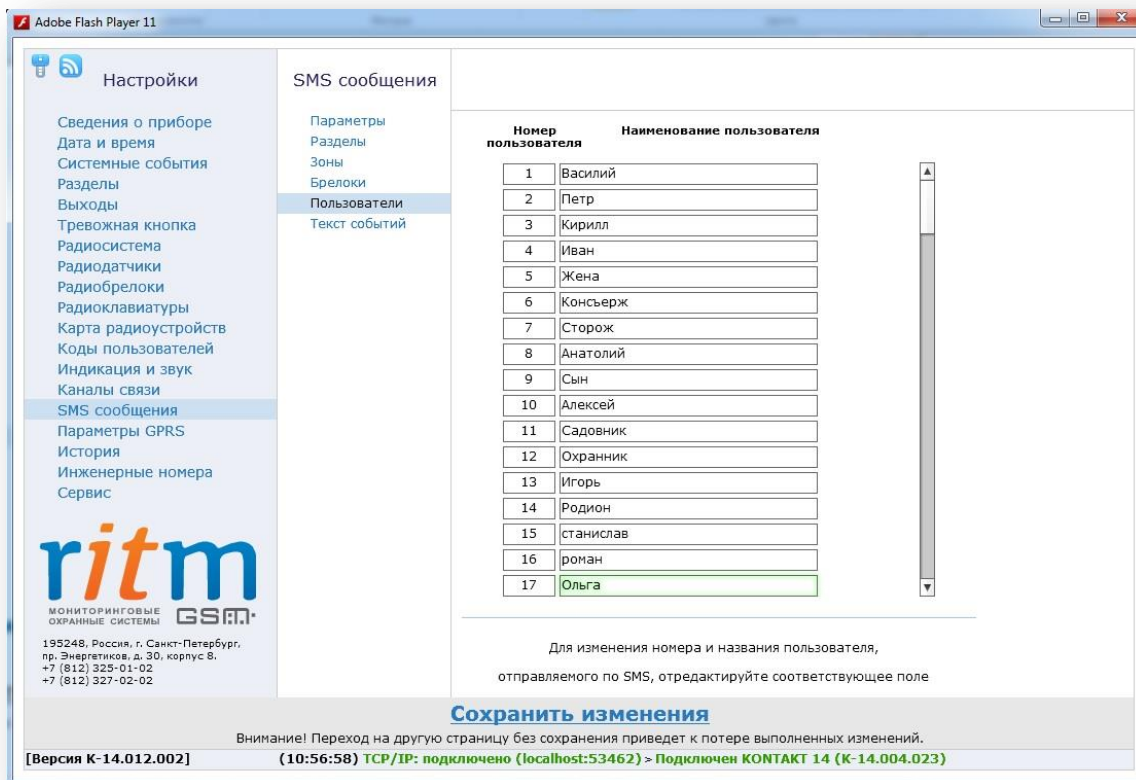

Рисунок 38. Страница настройки наименования пользователя
5. «Пользователи» (см. рис. 38)